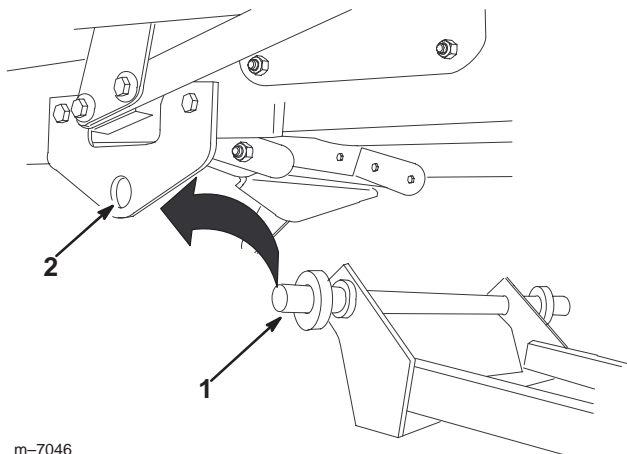

Bild 13
3. Heben Sie die hintere Welle des Chassis an und setzen Sie es in das Loch in der Seitenplatte (Bild 13).